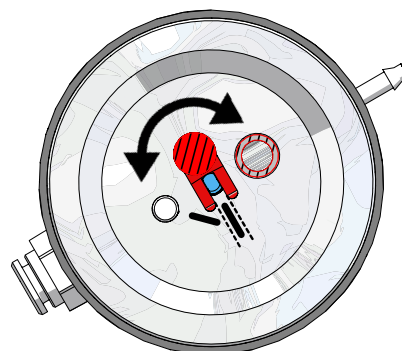

рис. 12
- ⇒ У струйных бачков 25 - 70 мкм необходимо отрегулировать положение дозирующего сопла (рис. 12)!